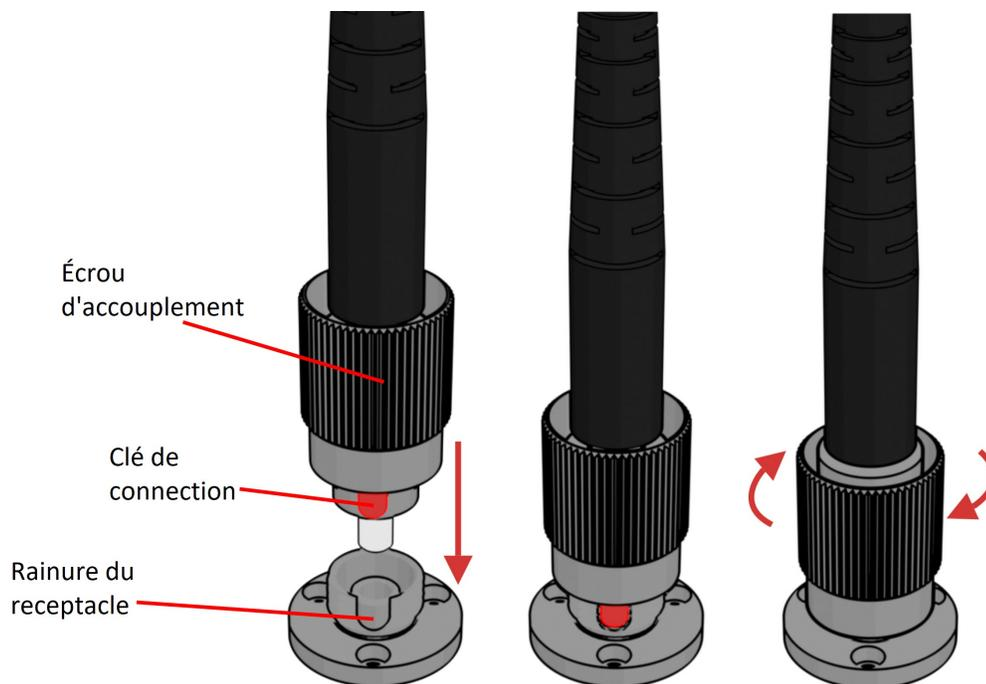

Figure 3.2 – Connecteur FC, Installation Fibre
2. Avec un connecteur FC, la clé de connection doit être orientée pour entrer dans la rainure du réceptacle afin d'assurer une connexion correcte (Fig. 3.2).